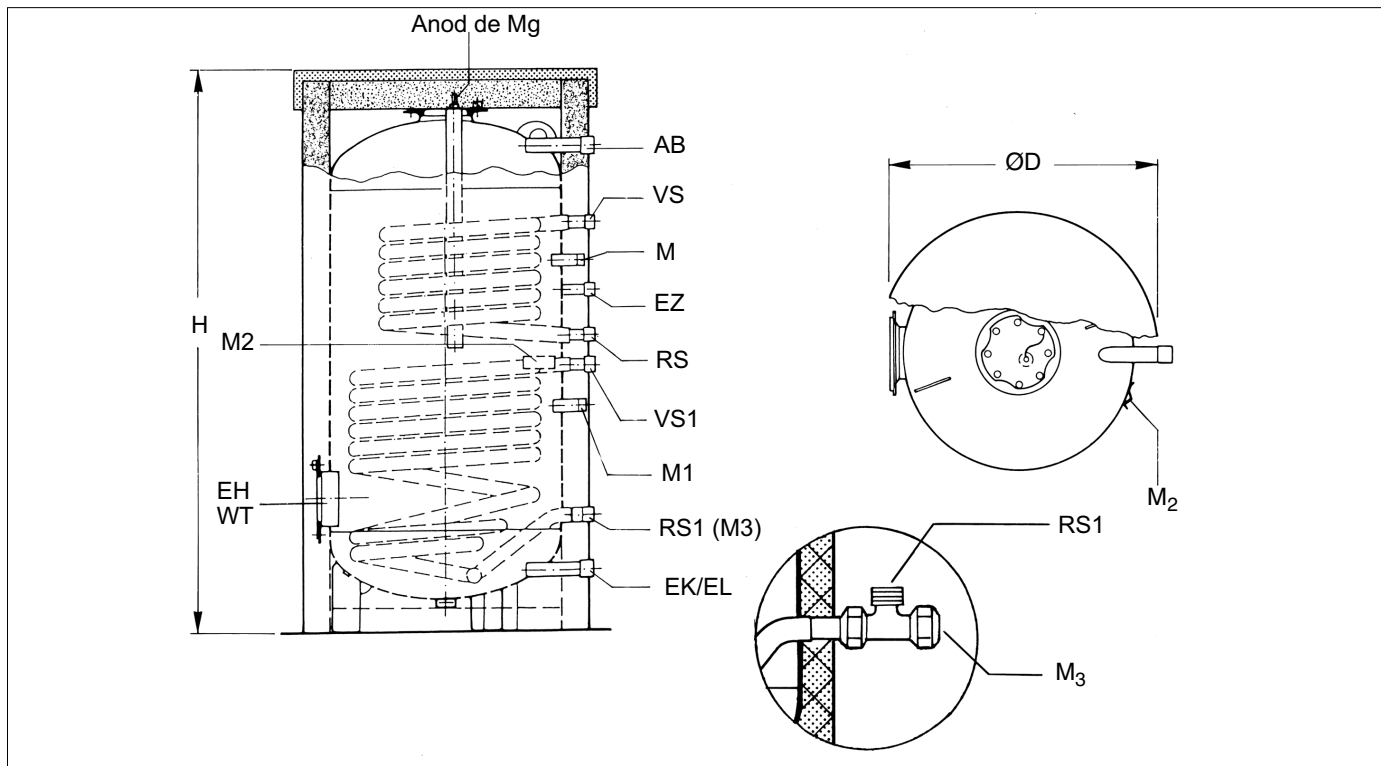

Fig. 1
- Senzorul în teacă de imersie "M" (reglaj prin cazan) se montează în spatele boilerului (Fig. 1).